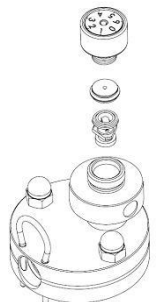

Abb. 16
⚠ Saugrohr-Bohrung nach rechts, nicht nach hinten (Abb. 16)!
- Setzen Sie das Rückschlagventil und die Luftdüsenscheibe in das Luftregulierungsgehäuse ein und setzen Sie die Luftregulierungsschraube auf (Abb. 16). Montieren Sie das Saugrohr.